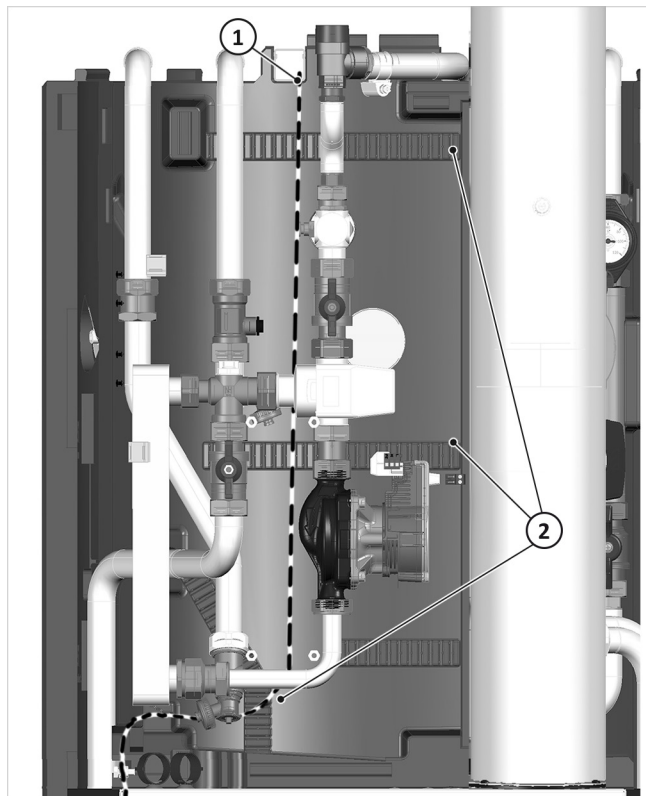

Abb. 13: Leitungsführung durch WWS-Isolierung
2. Netz-Verlängerungsleitung wie Steuerungs- / Signal-Verlängerungsleitung durch den Bereich der WWS ziehen, fixieren und mit einer Schleife zum Netzbaugruppengehäuse verlegen, siehe (→ Abb. 13 (2)).